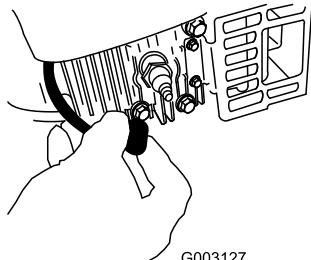

Figura 27
- Desconecte el cable de la bujía (Figura 27) antes de realizar cualquier procedimiento de mantenimiento.